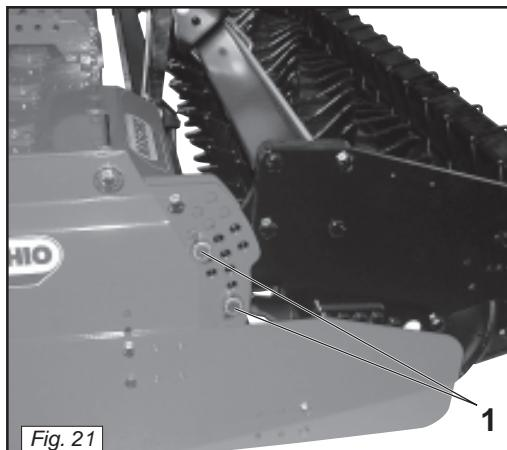

Fig. 21
Dopo aver stabilito la profondità di lavoro più idonea, si fissa la posizione del rullo inserendo i perni nei fori dei settori late-rali (1 Fig. 21).
*After having established the most suitable working depth, fix the position of the roller by inserting the pins into the holes of the side sectors (1 Fig. 21).*
Nachdem die geeignete Arbeitstiefe fest gelegt worden ist, wird die Position der Walze festgelegt, indem man die Bolzen in die Löcher der seitlichen Sektoren (1 Abb. 21) steckt.
*Après avoir établi la profondeur de travail appropriée, fixer la position du rouleau en mettant les broches dans les trous sur les secteurs latéraux (1 Fig. 21).*
Después de haber establecido la profun-didad de trabajo más idónea, se fija la po-sición del cilindro introduciendo los pernos en los agujeros de los sectores laterales (1 Fig. 21).